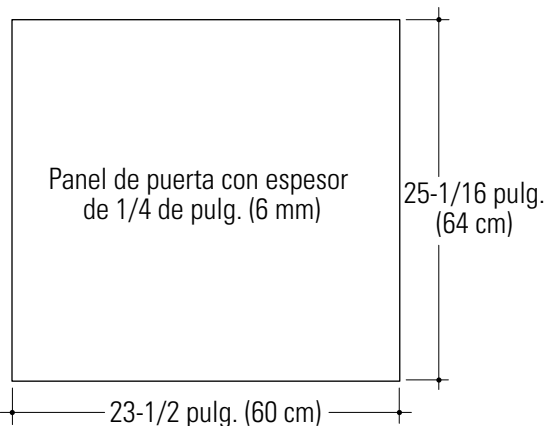

Figura 1
- Corte el panel de puerta y el panel de acceso a las dimensiones indicadas en la Figura 1.